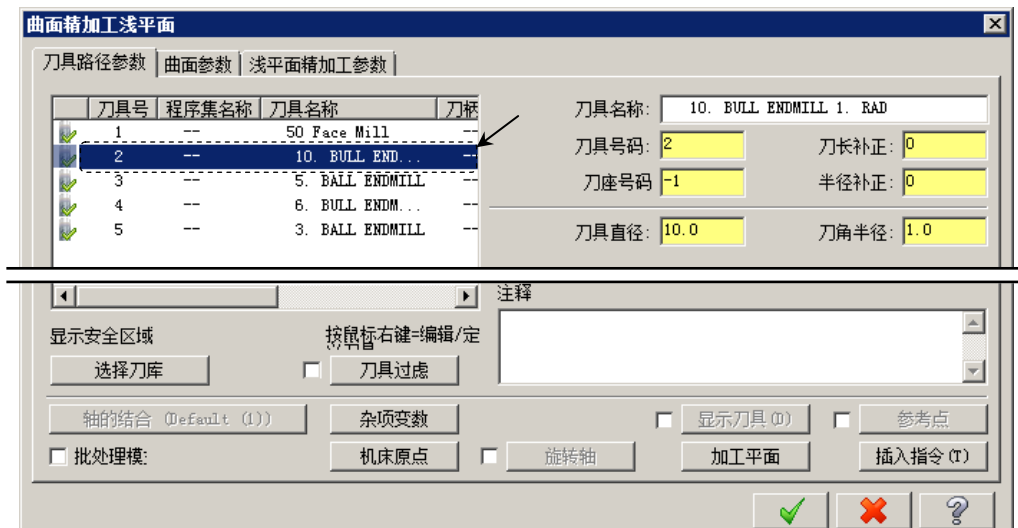

图 11.34 “刀具路径参数”选项卡
Step3. 选择刀具。在“曲面精加工浅平面”对话框中取消选中 ☐ **刀具过虑** 复选框，然后选择图 11.34 所示的刀具。